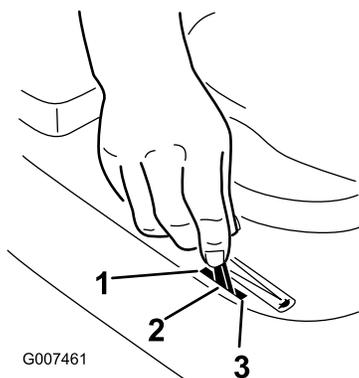

Figure 10
5. Placez la manette d'accélérateur en position de starter (Figure 10).
7. Lorsque le moteur a démarré, amenez progressivement la manette d'accélérateur en position Régime maximum (Figure 10). Si le moteur cale ou hésite, ramenez la manette d'accélérateur en position de Starter pendant quelques secondes, puis placez-la en position Régime maximum. Répétez l'opération si nécessaire.
1. Placez la manette d'accélérateur en position de ralenti (Figure 10).